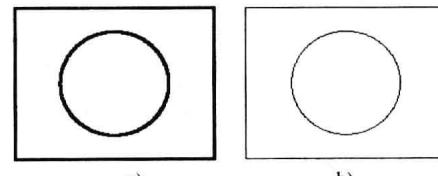

图 1-14 线宽特性
- 线宽：设置是否在屏幕上显示线宽特性。用户可在画图时直接为所画的对象指定其宽度或在图层中设定其宽度。线宽显示开关可以通过鼠标在状态栏单击或用鼠标右键单击后选择“开/关”以及通过“线宽设置”对话框来控制。如果触发该开关，在命令行上会显示“<线宽>”的提示信息。当某对象被设定了足够的线宽（一般是 0.3mm 以上），同时该开关打开时，会在屏幕上显示其宽度，如图 1-14 所示。